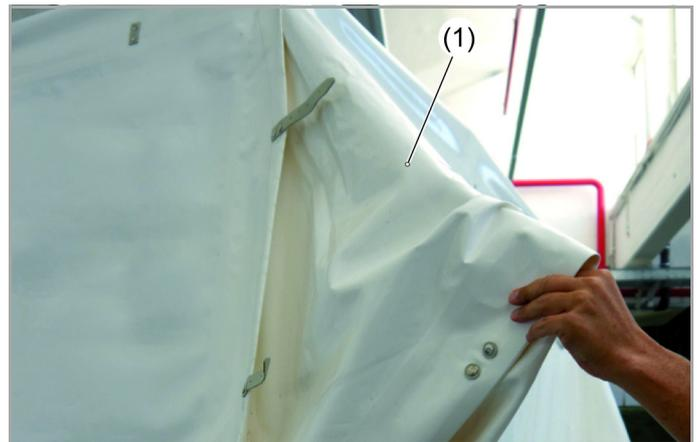

Bild 25: Ecken der Dachplane nach außen ziehen
11. Vorderes und hinteres Dachteil vorsichtig abklappen. Dabei die losen Eckteile der Dachplane gemäß Bild 25 nach außen ziehen, damit ein Einklemmen der Plane verhindert wird.